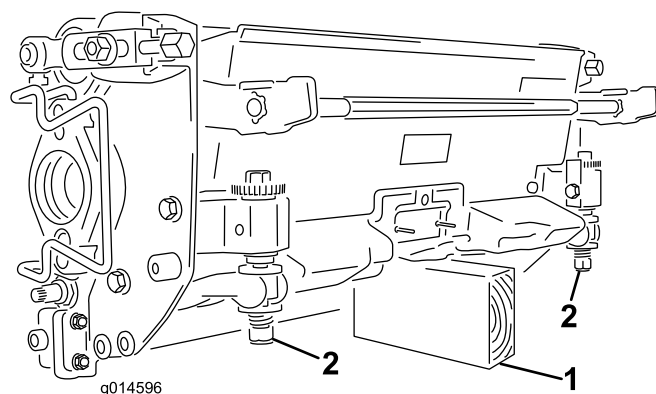

図 10
**重要** カッティングユニットを傾けてベッドナイフとリールが見えるようにする際には、ベッドバー調整ネジが床や作業台に押し付けられることのないよう、カッティングユニット後部に支えを入れて浮かせてください 図 10。